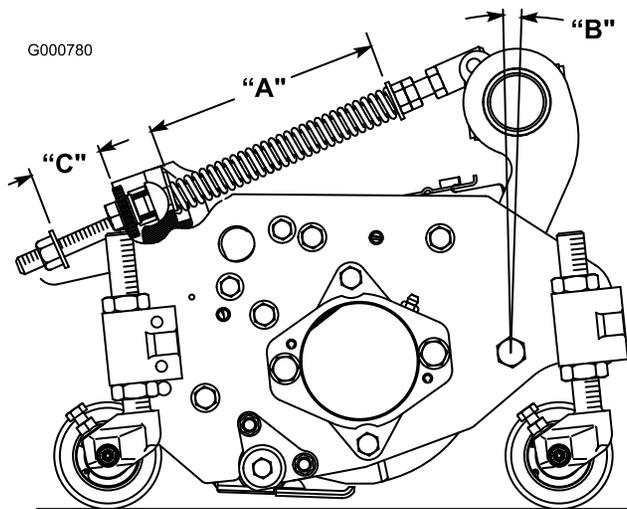

Figure 73
Le ressort de compensation (Figure 73) qui relie le bâti porteur au plateau de coupe, contrôle la rotation avant/arrière disponible ainsi que la garde au sol lors pour le déplacement d'un point à un autre et les demi-tours.
1. Serrez le contre-écrou à l'arrière de la tige de ressort jusqu'à obtenir un écartement (C) de 25 mm entre l'arrière du support du ressort et l'avant de la rondelle (Figure 73).
2. Serrez les écrous hex. sur l'extrémité avant de la tige de ressort jusqu'à ce que la longueur du ressort comprimé (A) soit égale à 20,3 cm (Figure 73).
Remarque: Lorsque vous tondez des gazons irréguliers ou ondulés, augmentez la longueur du ressort comprimé (A) à 21,6 cm et l'écartement (C) entre le support de ressort et l'avant de la rondelle à 3,8 cm (Figure 73).